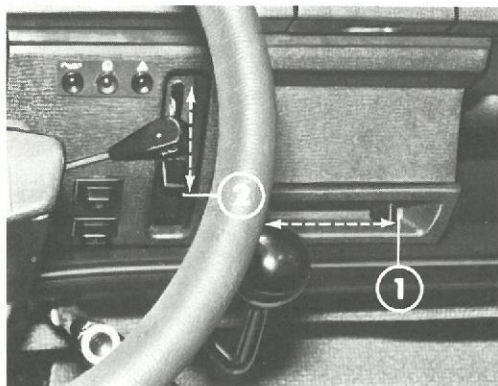

Fig. 21 - Klimaanlæg
Varmluft (fig. 21)
Fordeling af varmluft mellem frontrude og gulv (fig. 21)
Varmluftblæser (fig. 21)
Start : Med varmegrebet (fig. 21) (1) i bund til venstre, trykkes afbryderen (1) ind.